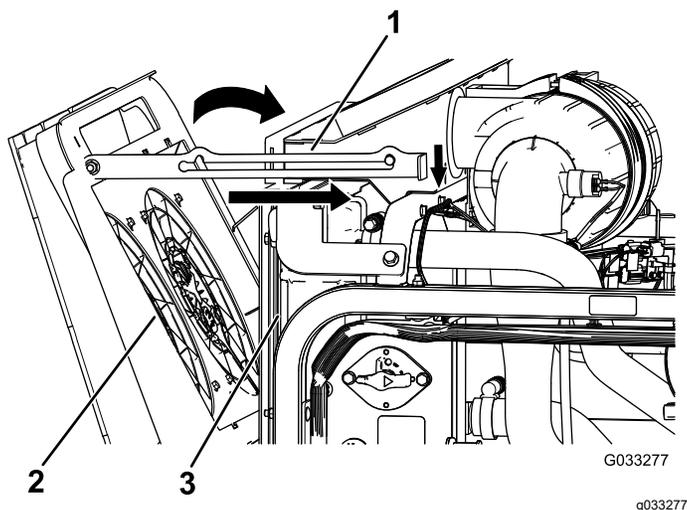

Рисунок 118
4. Поверните вентиляторы охлаждения двигателя вперед и зафиксируйте опорную стойку в выемке (**Рисунок 118**).